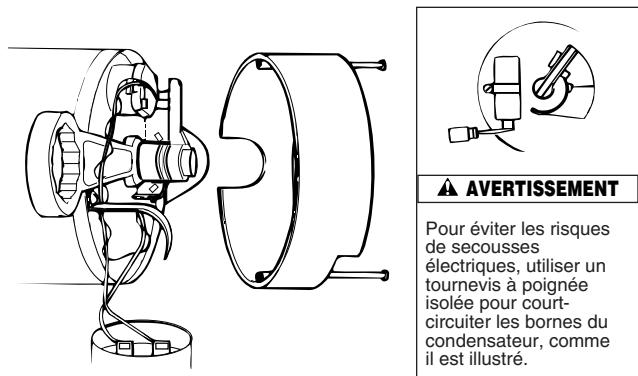

Figure 21 – Immobilisation de l'arbre
2. Si l'impulseur doit être remplacé, desserrer les deux vis à métal, puis déposer le carter du moteur. (Figure 21).
3. **AVERTISSEMENT** La tension du condensateur peut être dangereuse. Pour décharger le condensateur, tenir un tournevis à poignée isolée **PAR LE MANCHE**, puis court-circuiter les bornes du condensateur (Figure 21). Ne pas toucher la lame métallique du tournevis ni les bornes du condensateur. En cas de doute, s'adresser à un électricien qualifié.